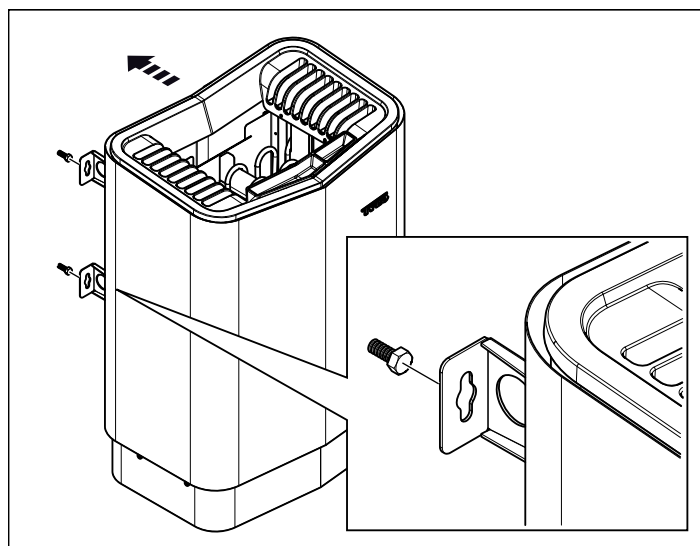

Fig 12: Häng upp aggregatet
11. Häng upp aggregatet på skruvarna se Fig 12.